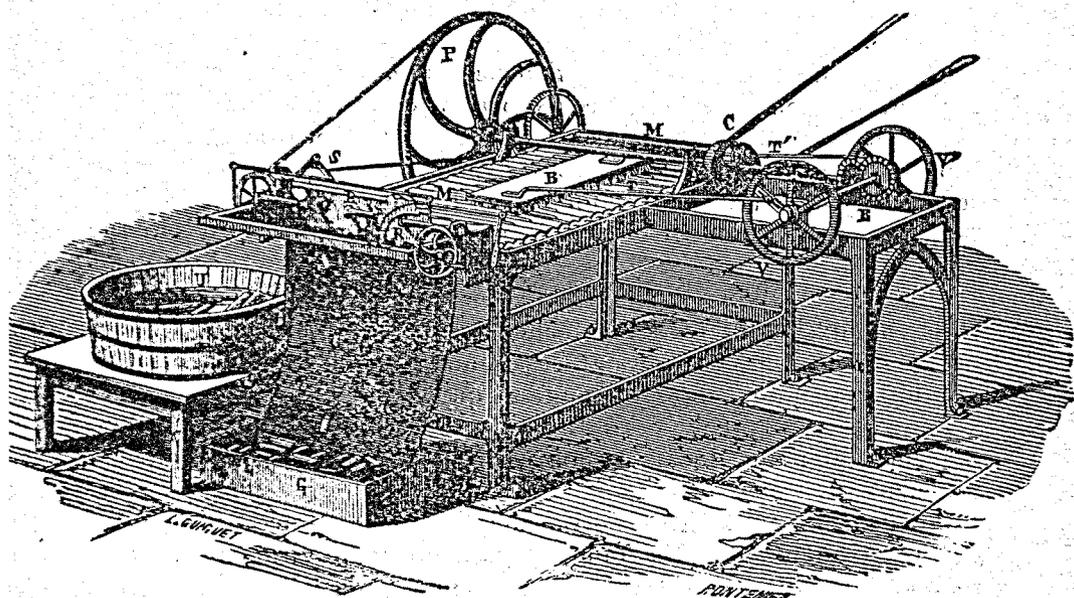

Fig. 385. — Machine à polir les bougies.
**Blanchissage des bougies.** — Les bougies doivent être *blanchies*, c'est-à-dire lavées, rognées et polies. A cet effet on les lave d'abord dans un baquet U (fig. 385) contenant de l'eau de savon, ou une solution de carbo-